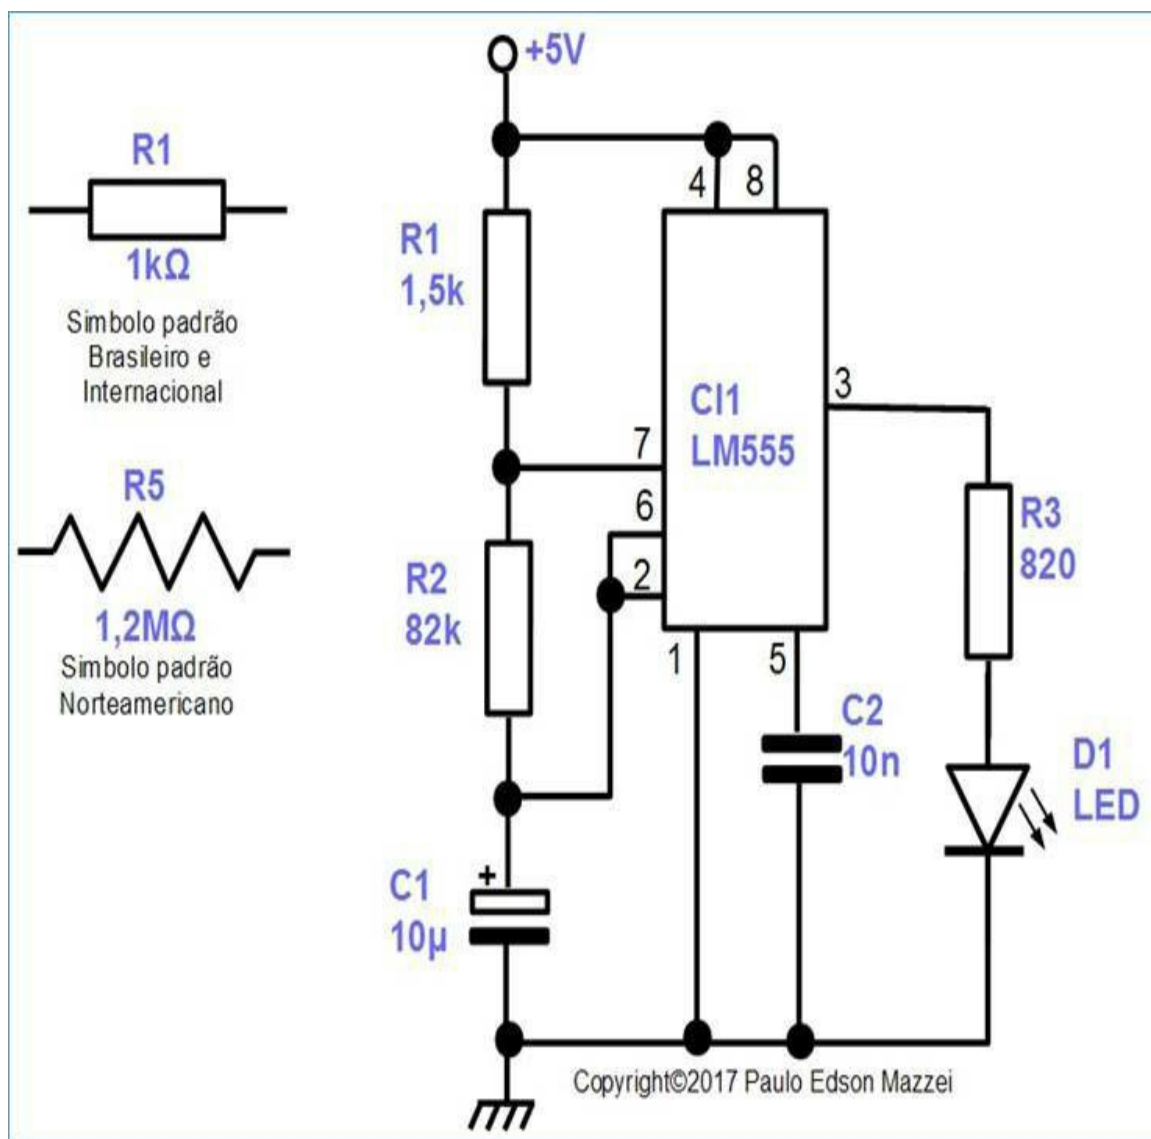

Figura 28 - Circuito oscilador com CI LM555.
O circuito ilustrado na **figura 28** é de um oscilador usando um circuito integrado (CI), tipo LM555. Veja no mesmo a posição dos resistores, capacitores, CI, etc.